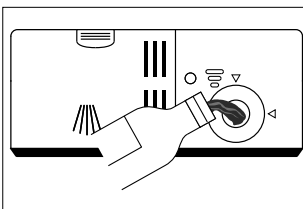

Abb. 10
- ▶ Füllen Sie den Klarspüler bis zur Markierung „MAX“ ein (siehe **Abb. 10**). Achten Sie darauf, dass der Behälter nicht überläuft.